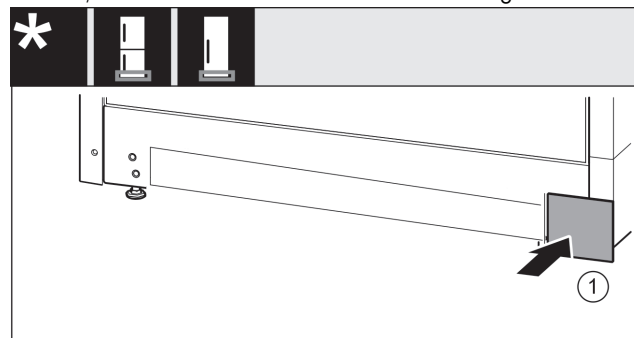

Fig. 20
- Abdeckung Fig. 20 (1) auf der anderen Seite wieder aufsetzen.